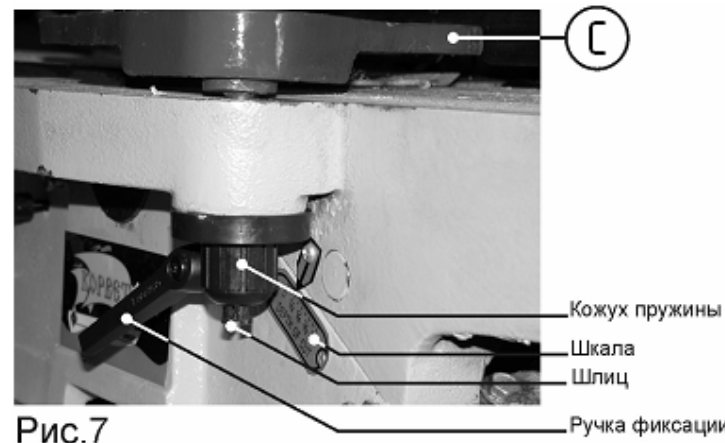

Рис.7
9.5. Установка защитной планки строгального вала (Рис. 7)
10.1. Регулировка глубины строгания (Рис. 7)